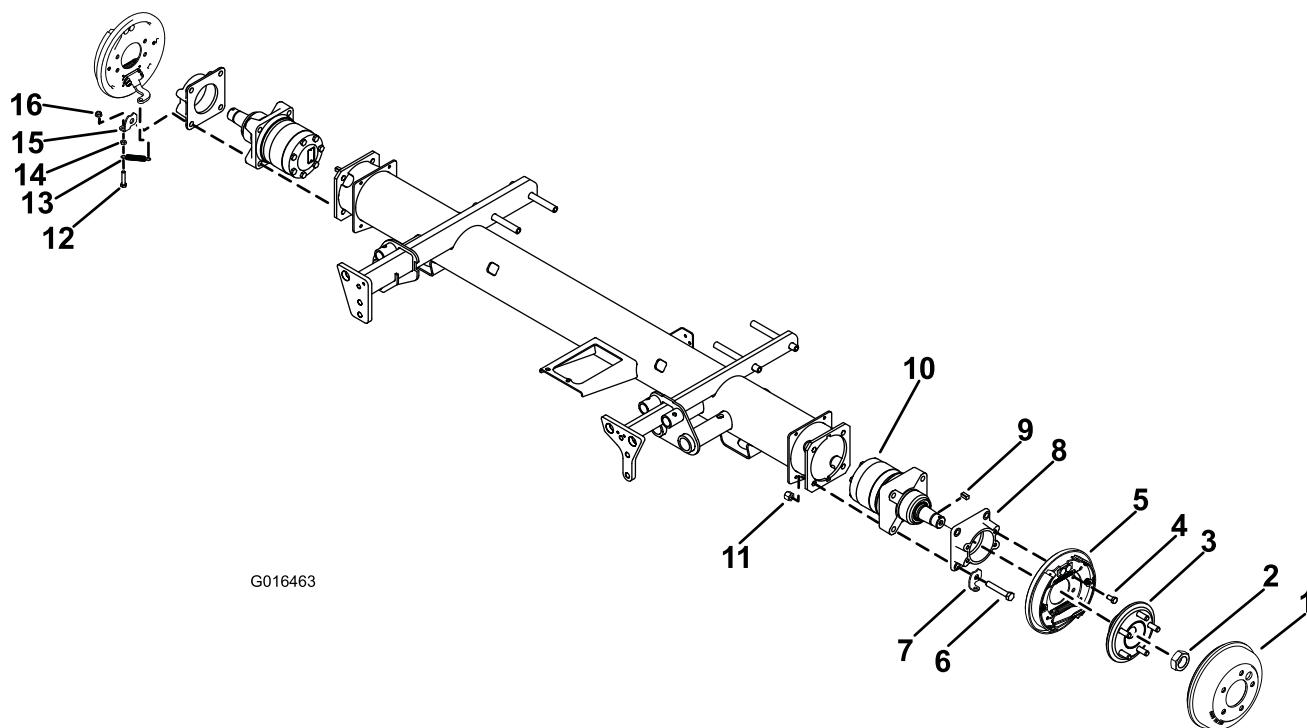

図 6
4. キャップスクリュに1/2 インチのロックナット（4個）を取り付けて締め付け、モータ、ブレーキアダプタ、スプリングクリップをフレームに固定する。各ねじを 91-113 Nm にトルク締めする。スプリングクリップが図 6のように取り付けられていることを確認する。